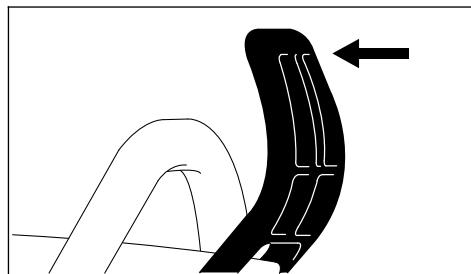

Рис. 34
- Защиту руки потянуть в направлении трубчатой рукоятки до слышимого защелкивания – тормоз цепи отпущен (рис.34)